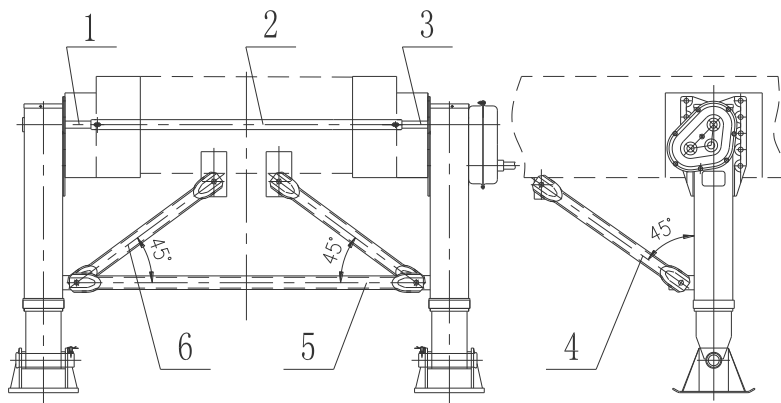

图 1
- 2.1 支承装置（俗称支腿，下同）在半挂车上的安装一般如图 1 所示。